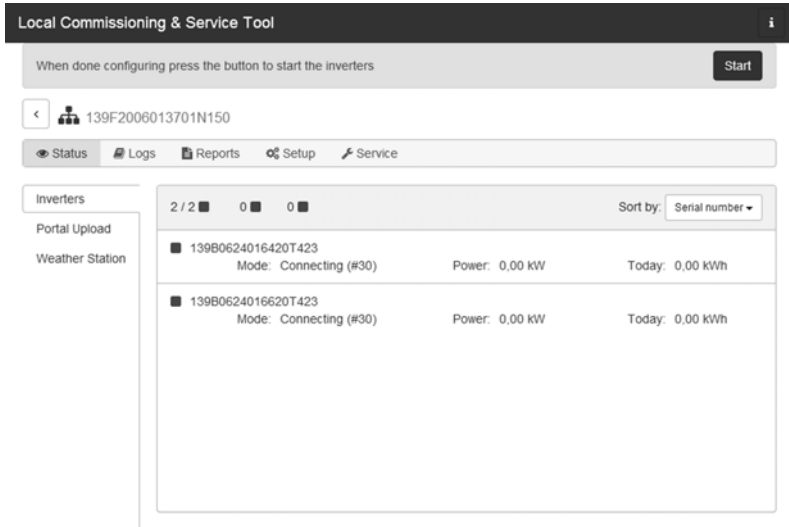

Abbildung 5.8 LCS-Tool - Liste aller an den Inverter Manager angeschlossenen Wechselrichter
11. Ein grünes Quadrat macht den in Betrieb genommenen Wechselrichter kenntlich. Die Wechselrichter werden jedoch erst mit dem Netz verbunden, wenn der **[Start]**-Befehl von der Leiste unterhalb des Startmenüs erfolgt ist. Siehe Abbildung 5.8.